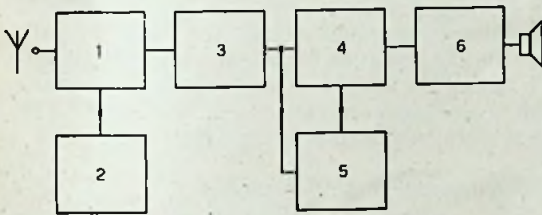

Fig. 11. Kortegolf Synchrodyne.
3.1.2. Een nog elegantere oplossing bestaat in het toepassen van een frequentie transformatie (Superheterodyne). Men kiest dan als middenfrequentie liefst 1 MHz en laat de detectie geschieden door een synchrodyne schakeling (fig. 11). De oscillator van deze schakeling kan nu steeds afgestemd zijn op ca. 1 MHz. Maakt men deze oscillator echter afstembaar over een wat breder gebied, dan verkrijgt men een prachtige „bandspreiding”. Deze methode is verwezenlijkt in een ontvanger, die gedemonstreerd werd op de Radiolympia, de grote radiotentoonstelling te Londen van vorig jaar en dit trok toen grote belangstelling.